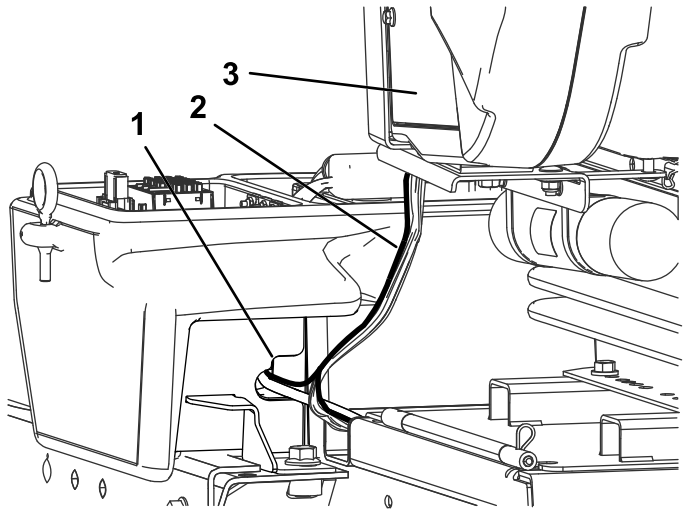

Figure 23
3. Acheminez le connecteur à borne et la cosse dans la boîte à outils droite (Figure 23).